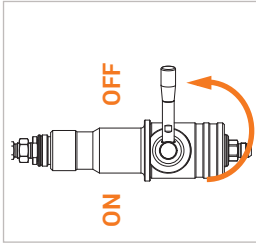

Abbildung 13
- ▶ Drehen Sie den Betätigungshebel (Pos. 3) der Füllkupplung um 180° in die OFF-Position (*Abbildung 13*).